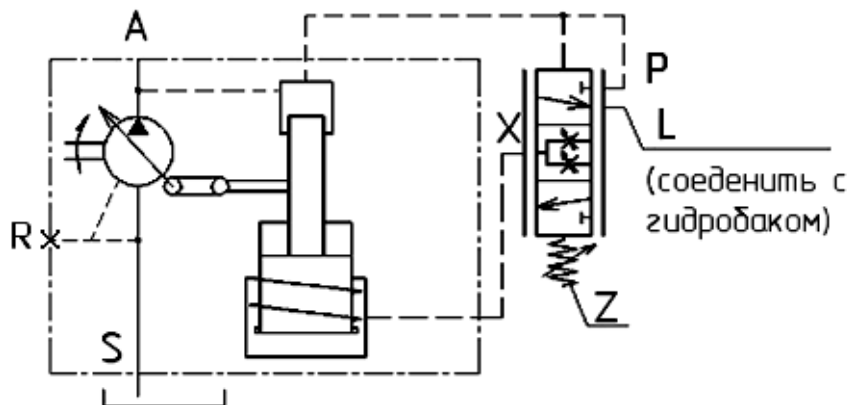

Рисунок 40 – Гидравлическая схема насосов с регулятором постоянного давления с дистанционным гидропилотом.
- поддерживаемое давление $P_{п}$ изменяется регулировкой винта Z (рисунок 40).